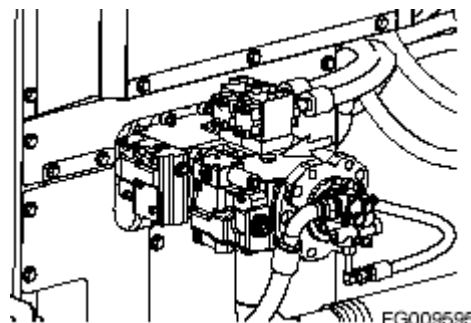

Рисунок 143
1. Заглушите двигатель и извлеките вентиляционную пробку (Рисунок 143), чтобы проверить наличие масла.
2. Если масло отсутствует, наполните насос маслом через специальное отверстие (Рисунок 143).
3. Сначала установите вентиляционную пробку (Рисунок 143).
5. Медленно ослабьте вентиляционную пробку. На несколько оборотов (Рисунок 143), пока не начнет вытекать гидравлическое масло. Это является признаком того, что вышел весь воздух.
6. Затяните пробку (Рисунок 143).